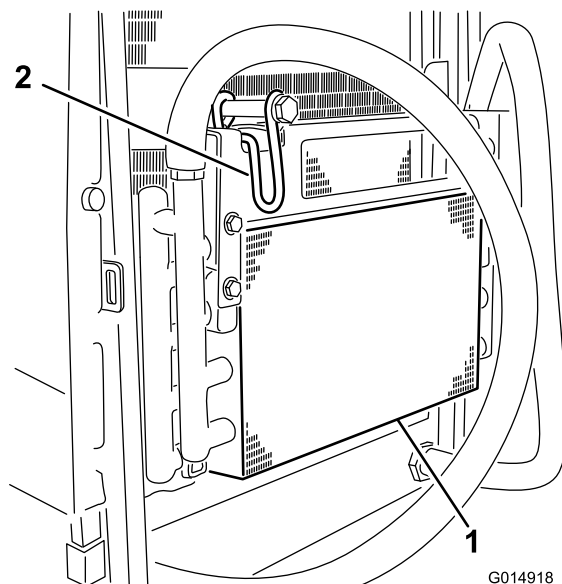

Figura 59
6. Gire el cierre hacia dentro para liberar el enfriador de aceite (Figura 59).